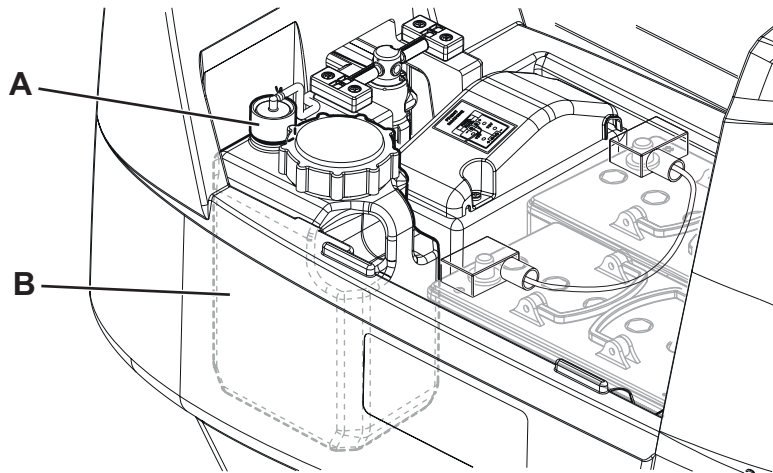

Abbildung 15
2. Sicherstellen, dass das Gerät ausgeschaltet und der Bedienerschlüssel (51) herausgezogen wurde.
3. Deckel (34) anheben und überprüfen, ob der Schmutzwassertank (33) leer ist. Gegebenenfalls durch das Ablaufrohr (12) entleeren.
4. Deckel (19) schließen.
5. Tank (33) vorsichtig mit dem Griff (16) anheben.
6. Den Stopfen (A, Abb. 15) vom Reinigungsmittelkanister (B) abdrehen.
9. Den Reinigungsmittelkanister (B) wieder wie in der Abbildung gezeigt in seiner Position anbringen und den Stopfen (A) wieder befestigen.